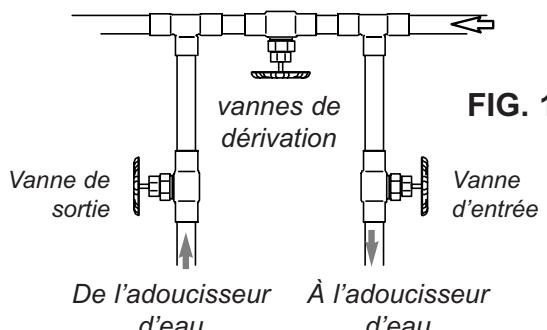
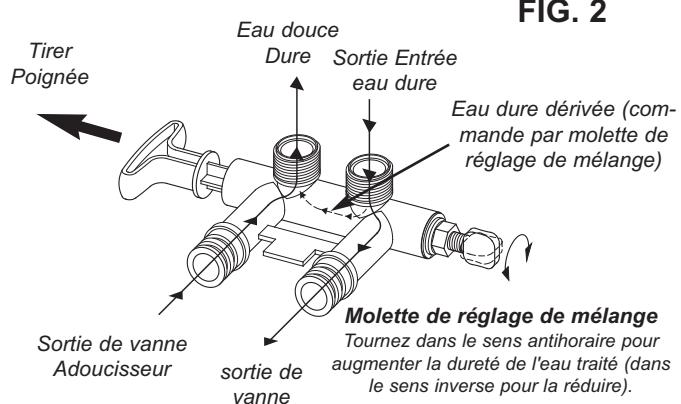

FIG. 1
FIG. 2
Installez toujours soit une vanne de dérivation unique (fournie), comme illustré en Figures 2 et 3, soit, si vous le souhaitez, les pièces d'un système de dérivation à 3 vannes (non fourni) achetées et assemblées spécifiquement (voir Figure 1). Les vannes de dérivation vous permettent de couper l'eau à l'adoucisseur pour la maintenance, si besoin est, sans interrompre pour autant l'alimentation en eau de la tuyauterie de la maison.
15. Placez la vanne de dérivation (unique ou à 3 vannes) en position de dérivation. Voir les figures 2 & 3/